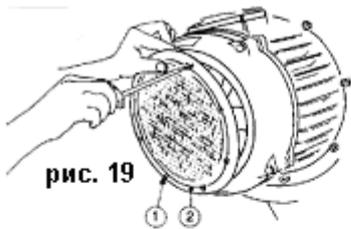
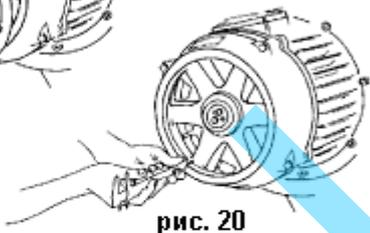

рис. 19
рис. 20
- Расслабьте винты 1 и удалите решетку 2 (рис.19). При пущенном тормозе измерьте в любой точке между вентилятором тормоза (рис.20). и поверхностью колокола. После этого измерения аксиально сдвиньте вентилятор к внутренности двигателя с помощью рычага и еще раз измерьте, записав разницу (рис.20). Если она превышает номинальные показатели (0,8/1,2 мм), действуйте следующим образом:
- Расслабьте винты (рис.21) и затем поворачивайте регулировочную гайку по часовой стрелке, чтобы она убрала каждое аксиальное смещение, превышающее номинальные показатели, имея в виду, что один полный оборот гайки отвечает 2 мм. После этого повторите измерение при освобожденном тормозе (рис.20), проверяя остается ли аксиальное смещение в рамках номинальных величин, затем верните обратно на их места винты и решетку (рис.19).